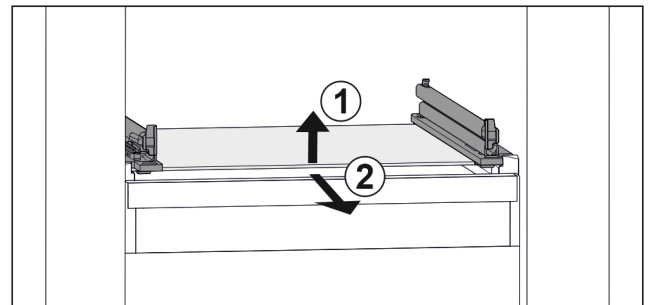

Fig. 158 Representación de la placa de vidrio a modo de ejemplo
- ▶ Levante la placa de vidrio por delante. Fig. 158 (1)
- ▶ Retire la placa de vidrio hacia adelante. Fig. 158 (2)